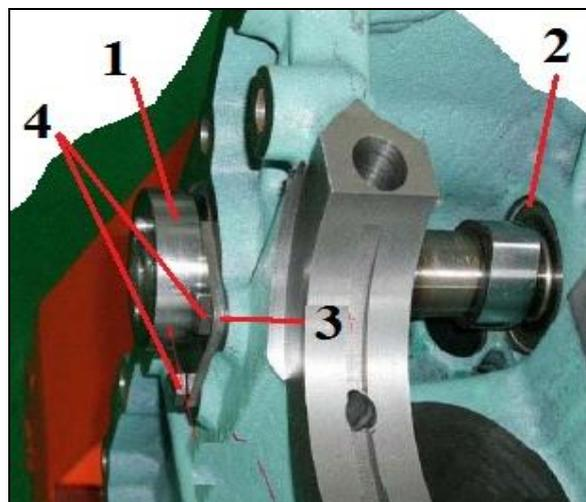

Рис. 69 Установка распредвала
4.6. Установка распределительного вала (см.рис.69).